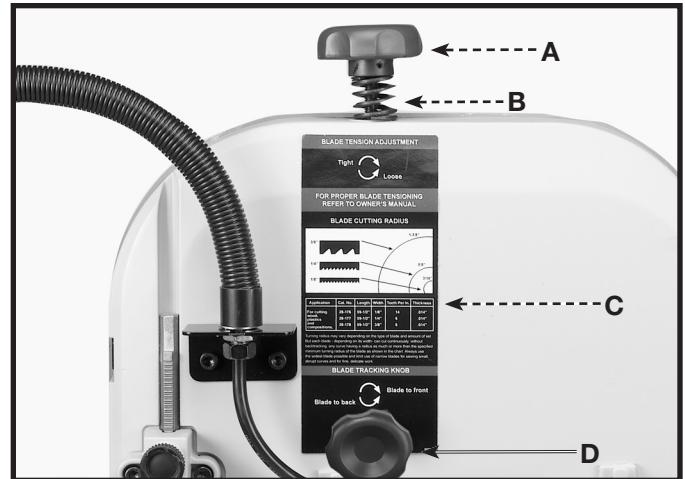
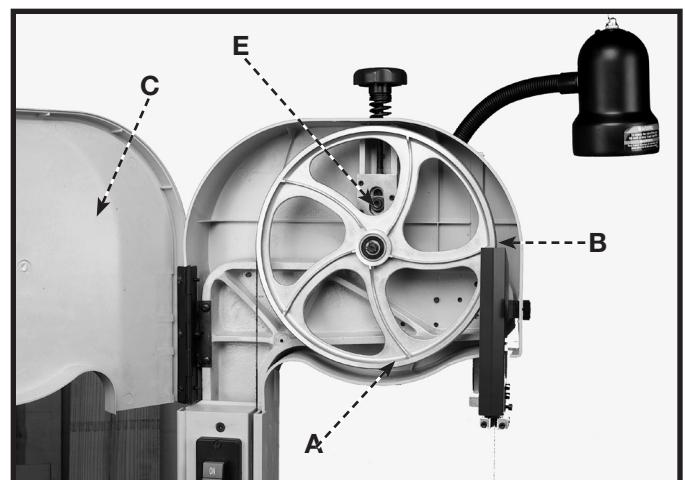
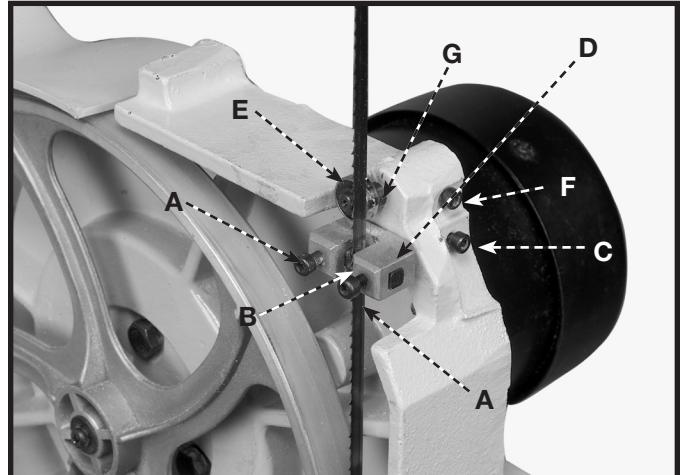

Fig. 24
Fig. 25
Fig. 29
1. Para instalar la hoja deseada, afloja de tornillo (E) Fig. 25 con 5 mm llave inglesa del mal de ojo proporcionada y gira el de la perilla de la tensión (A) Fig. 24, a la derecha hasta que la primavera (B) comience a comprimir.
2. Gire entonces la perilla de tensión (A) Fig. 24 unas 2-1/2 vueltas completas adicionales para hojas con ancho de 1/8 pulg., 3 vueltas completas adicionales para hojas de 1/4 pulg. y 4 vueltas completas adicionales para hojas de 3/8 pulg. Apriete el del tornillo (E) Fig. 25.
3. Existe un útil cuadro (C) Fig. 24 en la parte posterior de la sierra de cinta que muestra la selección de la hoja y el radio mínimo que puede cortarse con cada hoja.
2. Abierto el dependido de la puerta (C) Fig. 25.
3. Si resulta necesario efectuar un ajuste, gire la perilla de compensación de la hoja (D) Fig. 24 y 26, **LIGERAMENTE** en el sentido de las agujas del reloj para mover la hoja hacia la parte posterior, y en sentido inverso para mover la hoja hacia el frente. **AVISO:** Se requiere muy poco movimiento de la perilla de ajuste de compensación de hoja (D) para permitir que la hoja se mueva.
1. Afloje los dos tornillos (A) Fig. 29 y mueva las guías (B) lo más cerca posible a los lados de la hoja, teniendo cuidado de no constringir la hoja entre las guías. Apriete entonces los dos tornillos (A).
**NOTA:** En el Fig. 29, la mesa se ha quitado para la claridad.
2. La orilla anterior del de guías de hoja (B) Fig. 29 deben ser ajustados tan ellos son apenas detrás del "esófagos" de los dientes de hoja. Afloje el tornillo (C), y mueva la asamblea (D) en o fuera como sea necesario. Apriete el tornillo (C).
3. El cojinete de apoyo de la hoja inferior (E) Fig. 29 debe ajustarse para apoyar la parte trasera de la hoja durante la operación de corte, así como para impedir que la hoja de la sierra sea empujada hacia atrás excesivamente, lo que podría resultar en daño a las dientes de la hoja. El cojinete de apoyo (E) Fig. 29 debe ser fijado aproximadamente 1/32 pulg. detrás de la hoja al aflojar el tornillo (F) Fig. 24 y moviendo el eje (G) hacia adentro o afuera. Apriete entonces el tornillo (F).
4. El cojinete de apoyo de hoja inferior (E) Fig. 29 también debe ser ajustado de tal manera que el borde posterior de la hoja pueda solapar el diámetro externo del cojinete por aproximadamente 1/8 pulgada. El cojinete de apoyo de la hoja (E) se encuentra fijado sobre un eje excéntrico. Para cambiar la posición del cojinete (E), afloje el tornillo (F) Fig. 29 y gire el eje (G) utilizando un destornillador recto hasta que la hoja quede correctamente solapada sobre el cojinete de apoyo. Apriete entonces el tornillo (F) Fig. 29.